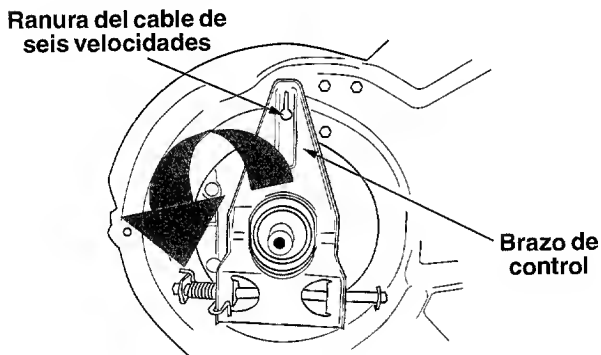

Figura 21
- Empuje hacia atrás el brazo de control y extraiga el cable de seis velocidades de la ranura. Pivotee hacia abajo el brazo de control. Vea la Figura 21.